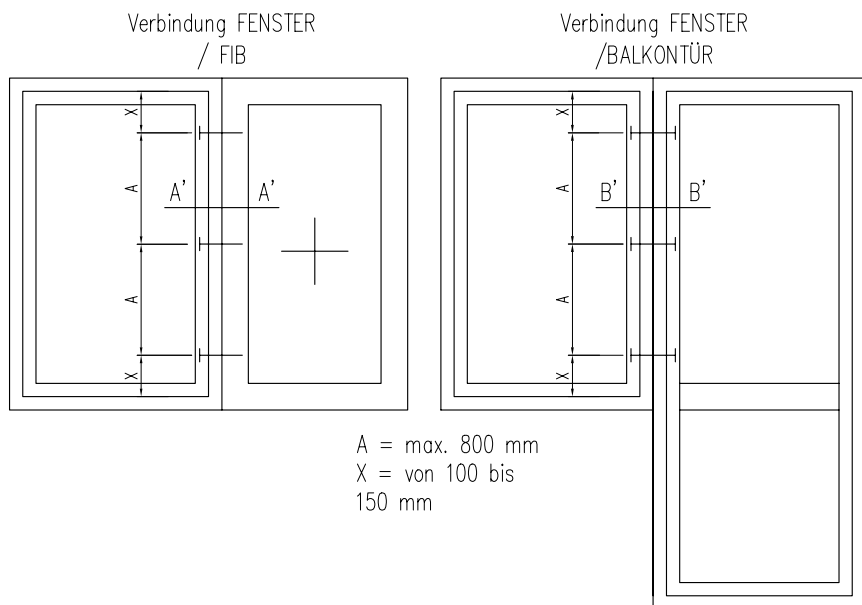
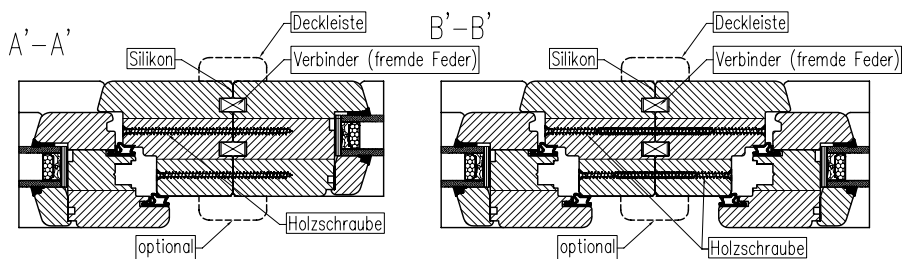

Abb. 11. Schema der Verbindung von den Fenstern und Türen in ein Set
Abb. 12. Empfohlene Beispielverbindungen für Fenster und Türen
18. Die Zusammenverbindung von Fenstern und Türen in ein Set kann mithilfe von „fremden Federn“ erfolgen, die in den Nuten der Rahmenpfosten über die gesamte Höhe eingelegt, mit Silikon abgedichtet und mit Holzschrauben in einem Abstand von höchstens 800 mm verbunden werden, gemäß den Zeichnungen (Abb. 11, S. 12) und den Querschnitten (Abb. 12, S. 12). Auf eine ähnliche Weise werden die horizontale Sets zusammengebaut.